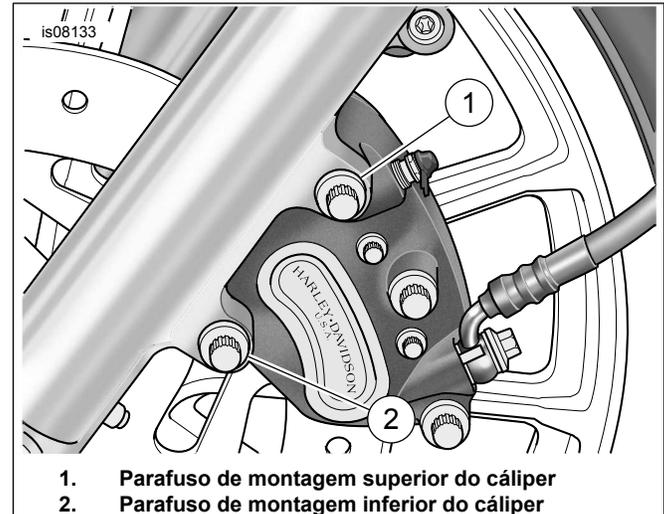

Figura 1. Remoção dos parafusos de montagem do cáliber
1. Veja Figura 1. Apoie o cáliber e remova os parafusos de montagem superiores e inferiores.